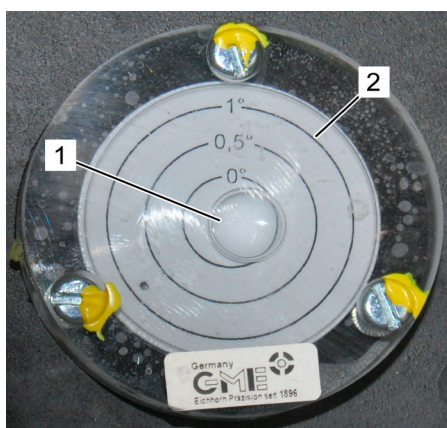

Fig. 50: Niveau
5. Mettre le châssis à l'horizontale en alignant les appuis au moyen du niveau (Voir la Fig. 50) (N° de réf. 4001/0298). La bulle (Voir la Fig. 50/1) du niveau doit se trouver dans le cercle 1° (Voir la Fig. 50/2).